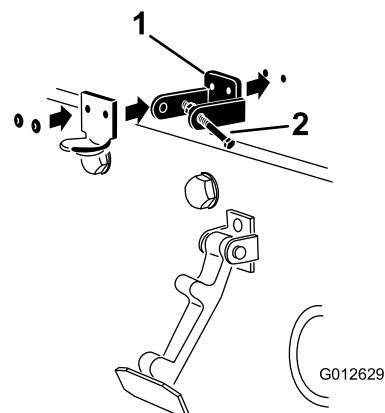

Figura 16
Nota: El cierre de seguridad debe estar en contacto directo con el capó (Figura 16). No retire el perno y la tuerca del brazo del seguro de cierre.
5. Remache el seguro de cierre, el cerradero y las arandelas al capó (Figura 16).